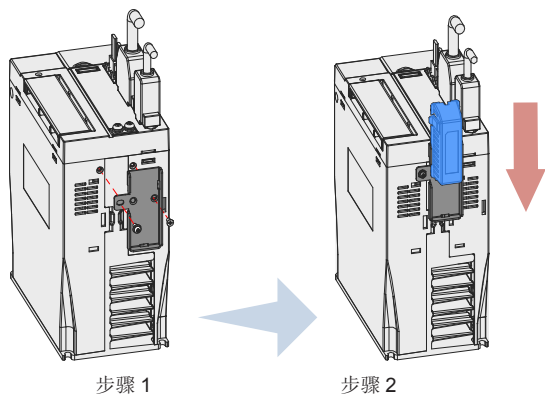

图 3-10 绝对值编码器电池盒安装示例图 (sizeC/E 机型, 仰视图)
- sizeC/E 机型选用一个平头螺钉一个盘头螺钉固定 (图 3-10)